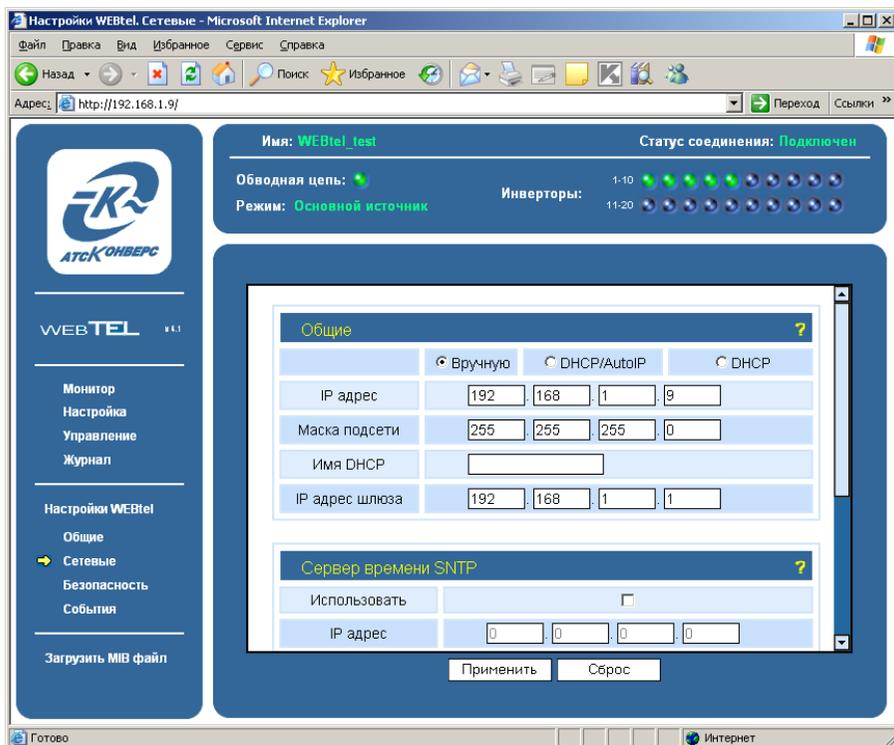

Рисунок 17 – Страница настройки сетевых параметров адаптера
7.10.1 Вход на эту страницу (рисунок 17) защищен паролем, аналогично п. 7.6.